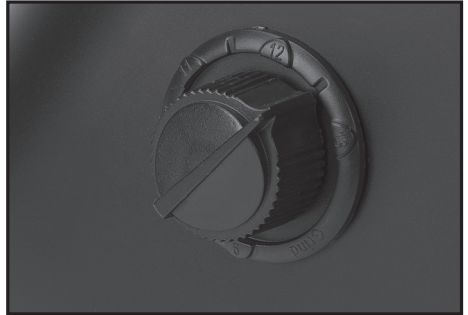

FIG.2
8.4 DARKER SHADE SELECTION - FIG. 2